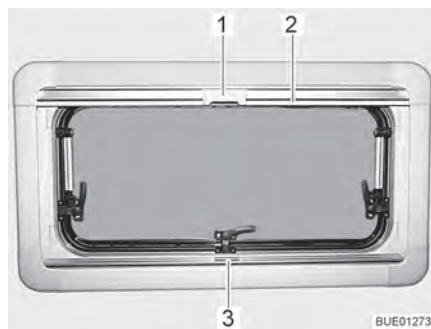
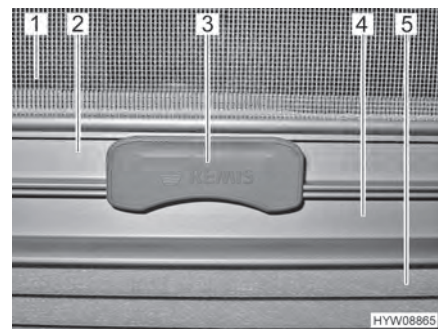

Bild 43 Överkantshängt fönster
Bild 44 Spärr
Plisségardinen (Bild 44,5) finns i den nedre rullgardinskassetten.
- Ta tag i mitten på plisségardinens list (Bild 43,3 och Bild 44,4) och drag den nerifrån och uppåt och släpp den vid önskad höjd. Plisségardinen stannar på denna höjd.
**Insektsnät** Insektsnätet (Bild 44,1) finns i den övre rullgardinskassetten.
- Drag, med listen (Bild 43,2 och Bild 44,2), ner insektsnätet tills listen stöter mot plisségardinen (Bild 44,4).
- Lås fast insektsnätets spärr (Bild 43,1 och Bild 44,3) på plisségardinens list. När spärren är låst, kan plisségardinen och insektsnätet justeras samtidigt.
- Tryck spärren (Bild 44,3) på insektsnätet uppåt.
- För långsamt tillbaka insektsnätet med listen (Bild 43,2).